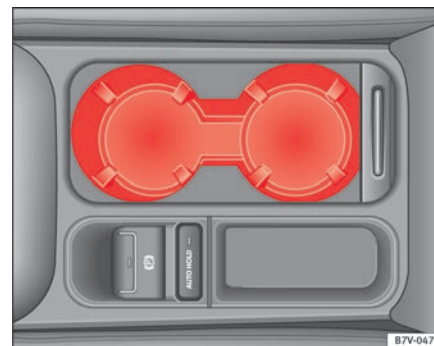

Fig. 115 Midterkonsol foran: drikkevareholder
- For at *åbne* skal du skubbe afdækningen bagud ⇒ Fig. 115.